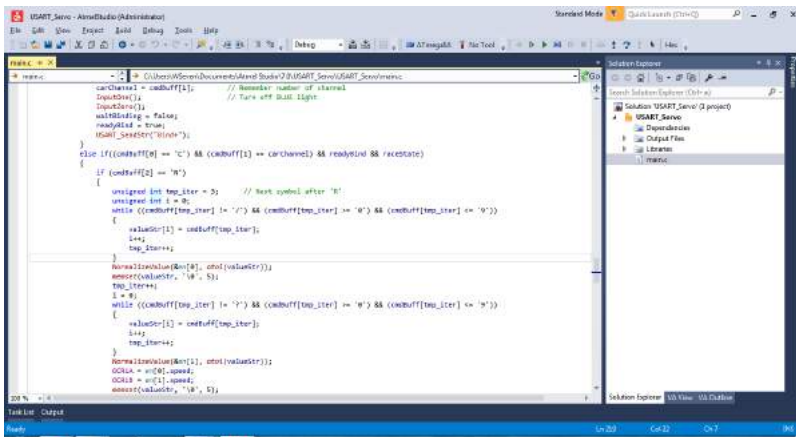

Рисунок 12.1 – Робоче середовище Atmel Studio
*Atmel Studio* – інтегроване середовище розробки (IDE) для розробки 8-ми і 32-х бітних додатків від компанії Atmel, що працює в операційних системах Windows NT/2000/XP/Vista/7 (рис.12.1). Atmel Studio містить асемблер і симулятор, що дозволяє відстежити виконання програми. Atmel Studio містить також менеджер проектів, редактор вихідного коду, інструменти віртуальної симуляції та внутрішньосхемного налагодження, дозволяє писати програми на асемблері або на C / C + + [38-39].